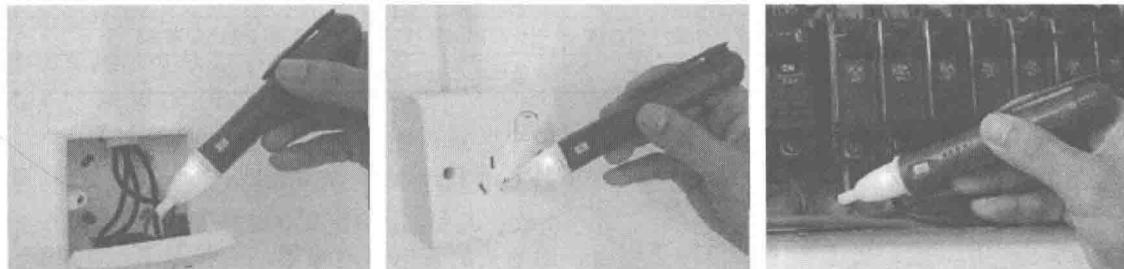

图1-10 感应式试电笔应用示例
① 钢笔式试电笔的形状为书写用的钢笔，最大的优点是因为它有一个挂鼻，所以便于使用者随时随地随身携带。
② 螺丝刀式试电笔的形状为一字螺丝刀，可以兼作试电笔和一字螺丝刀用。
③ 感应式试电笔采用感应式测试，无需物理接触，可检查控制线、导体和插座上的电压或沿导线检查断路位置（特别适合于检查墙壁上暗敷设的导线），如图1-10所示。有的感